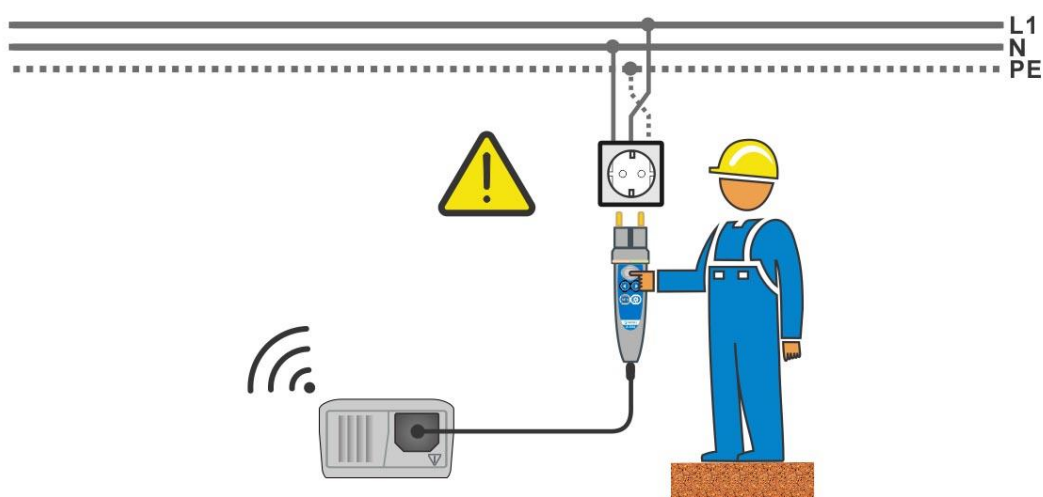

Abbildung E.4: Vertauschte Leiter L und PE (bei Verwendung des Commander-Prüfsteckers)
- ❑ **Schließen** Sie den Commander am Prüfling an, (siehe *Abbildung E.4 und E.5*)